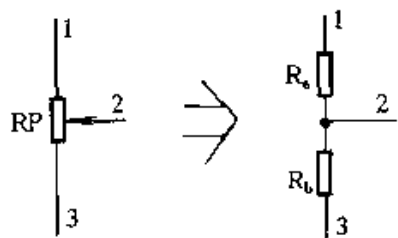

图 2-27
① 电位器 RP 可等效为电阻器 R_a 和 R_b 构成的分压器, 如图 2-27 所示。当动臂 2 处于电阻体中间时, $R_a = R_b$ 。